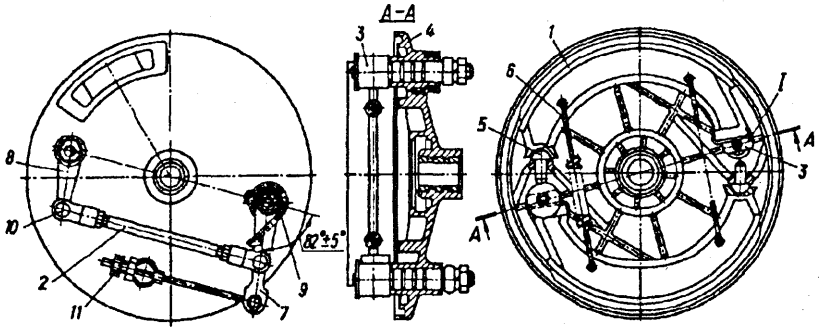

Bild 28. Vorderradbremse:
**Vorderradbremse.** Mit ihren halbkugelförmig ausgebildeten Sitzen stützen sich die Bremsbacken 1 (Bild 28) gegen die Köpfe der Druckbolzen 5 und mit den unteren Auflageflächen gegen die im Bremsträger 4 angebrachten Bremsnocken 3 ab. An den Bremsnocken sitzen auf Vielkeilprofilen der freie Bremshebel 7 und mitlaufende Bremshebel 8, die auf der Außenseite des Bremsträgers angebracht sind.
den freien und den mitlaufenden Bremshebel auf die Vielkeilprofile der Bremsnocken aufsetzen, dabei den Winkel von  $82 \pm 5^\circ$  einhalten, wie in Bild 28 gezeigt Die Nichtparallelität der Bremshebel in bezug aufeinander darf  $5^\circ$  nicht überschreiten.